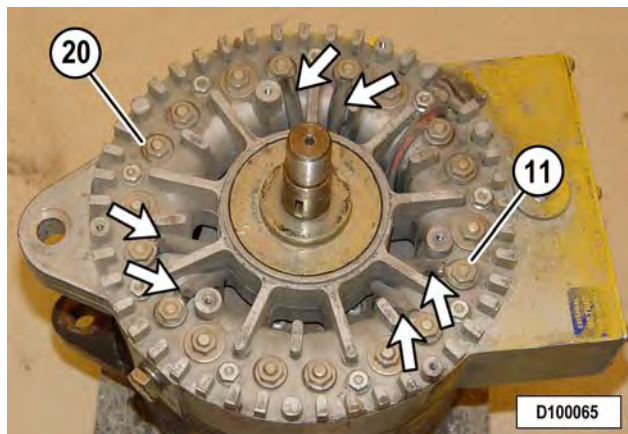
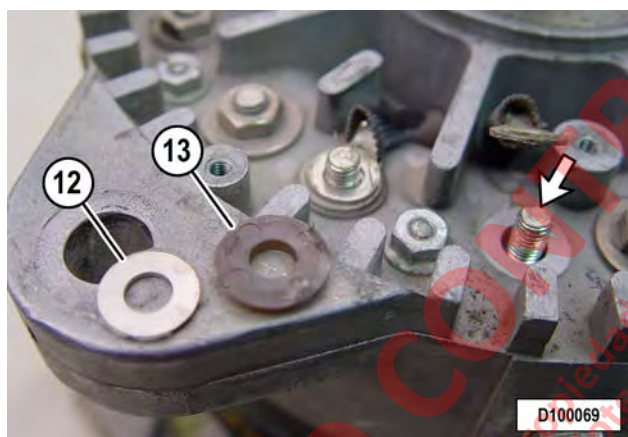

FIGURA 10-54.
FIGURA 10-55.
4. Retire seis tuercas de bloqueo hexagonales (11, Figura 10-54) con un dado de 11 mm. Retire los conductores de fase de los terminales. De ser necesario, retire las arandelas planas (12, Figura 10-55) y los aislantes (13).